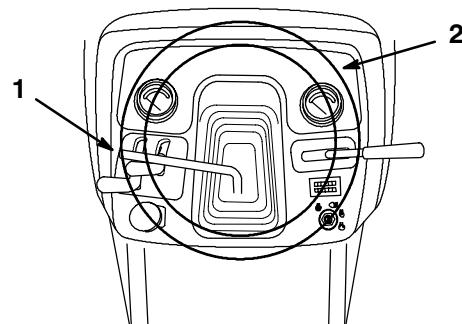

Abbildung 22
1. Den Kipphaken hochziehen, um die Verriegelung zu lösen (Abb. 22).